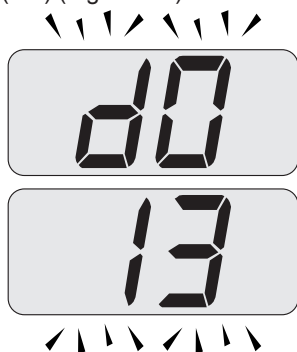

Figura 3.2
Premere contemporaneamente i tasti 14 e 16 per accedere al menù "INFO" (informazioni). Sul display verrà visualizzato il valore indice "d0" alternativamente al valore di pressione "13" (1,3 bar). Il numero, indicante la pressione, è visualizzato senza punto decimale mentre la lettera, indica l'unità di misura (bar) (Figura 3.2).
3.1 posto sotto la caldaia e verificate contemporaneamente la pressione del circuito riscaldamento sul display. La pressione dovrà essere compresa tra un valore di 1 bar, 1,5 bar (es. 1,3 bar in Figura 3.2). Ad operazione effettuata, richiudete il rubinetto di riempimento e sfiatate eventualmente l'aria presente nei radiatori.